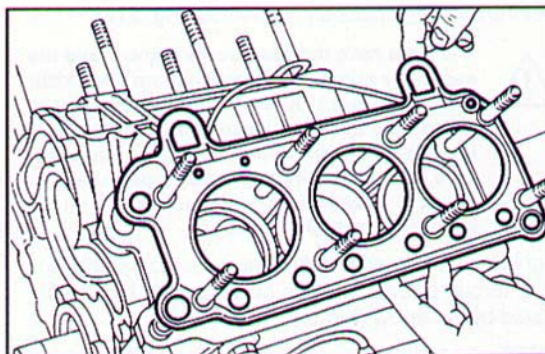

Fig. 225 ▲
- inserire le guarnizioni delle teste cilindri, controllando l'assenza di corpi estranei (Fig. 225);
- insert the gaskets in the cylinder heads, checking there is no foreign matter (Fig. 225);